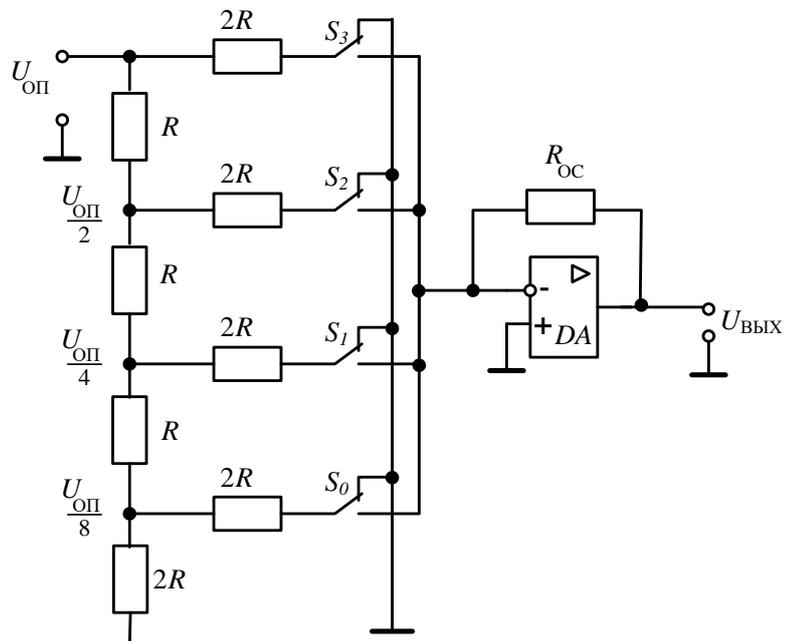

Рис. 19
19. Какая разница значений напряжения на выходе ЦАП на рис. 19, если цифровой код на входе меняется со значения 13 в двоичном коде до значения 5?  $R = 2 \text{ кОм}$ ,  $R_{OC} = 4 \text{ кОм}$ ,  $U_{OP} = 0,3 \text{ В}$ . При входном коде «1» соответствующий ему ключ  $S$  будет находиться в нижнем положении.